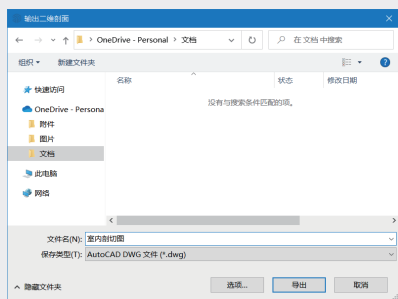

图3-177
- 02 在弹出的“输出二维剖面”对话框中设置参数，在文件名文本框中输入名称，设置保存路径，并将文件类型设置为 AutoCAD DWG File (*.dwg) 格式，如图3-177所示。